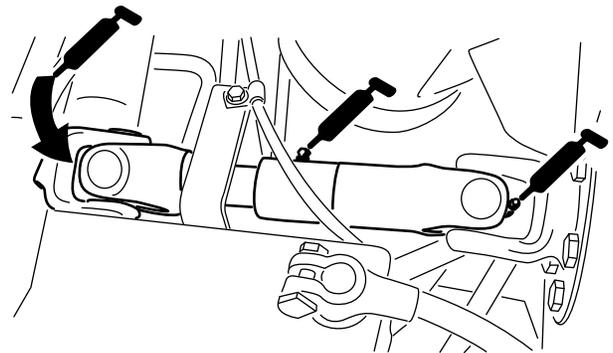

Bild 53
- U-Gelenk der Pumpenantriebswelle (3) (Bild 53)